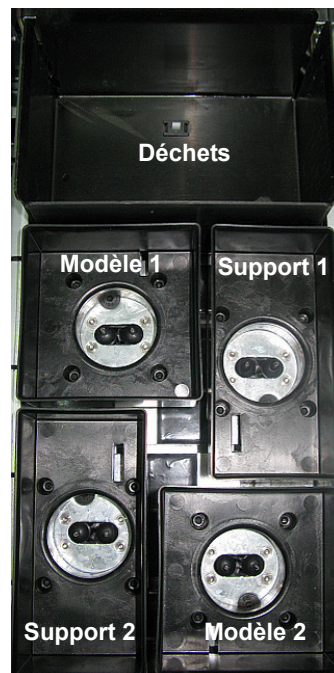

Figure 6-4 : Tiroir des matériaux
3. Chargez les cartouches de modèle et de support dans leurs compartiments respectifs (voir figure 6-4).